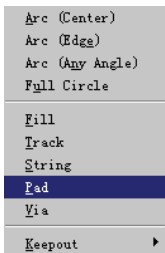

图 5-88 “Place”菜单
1) 首先选择“TopLayer”层，然后选择“Place”→“Pad”命令，如图 5-88 所示。也可以单击绘图工具栏中相应的按钮。